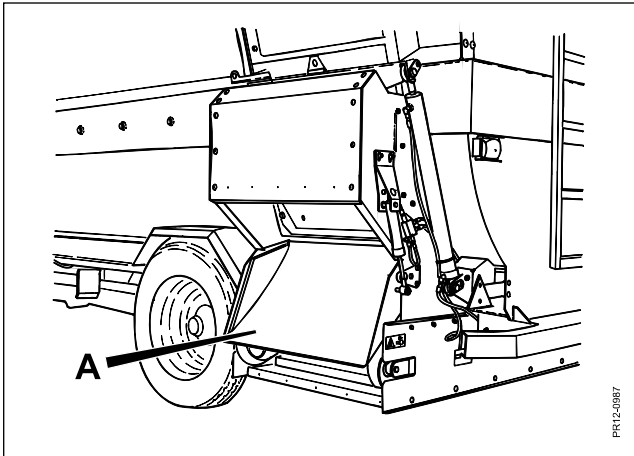

Fig. 5.20
- Fig 5.20** Vippeklappen skal være åben (fordelerlågens position har ingen betydning her). Blanderotoren sættes i gang, lågen åbnes så meget at den ønskede mængde udfodres. Lågen kan også åbnes helt og udfodringsmængden reguleres med fremkørselshastigheden.